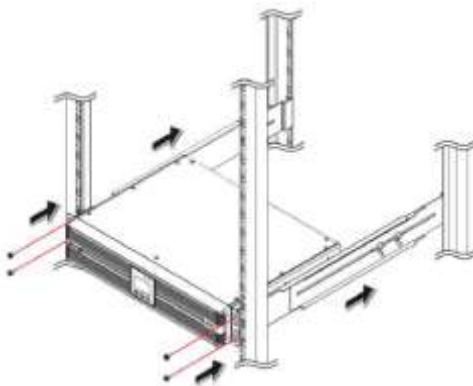

Рисунок 3-4: Вставьте ИБП в стойку
- 3 Вставьте ИБП в стойку и затяните четыре винта, входящие в комплект поставки. См. *Рисунок 3-4*. Обратите внимание, что после установки должны остаться еще четыре винта. Они являются запасными.